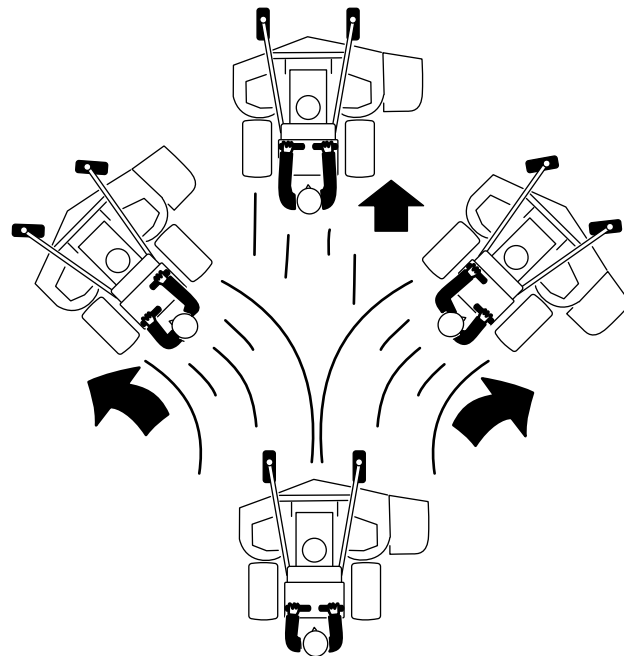

Figura 15
3. Empurre lentamente as alavancas de controlo de movimento para a frente (Figura 15).